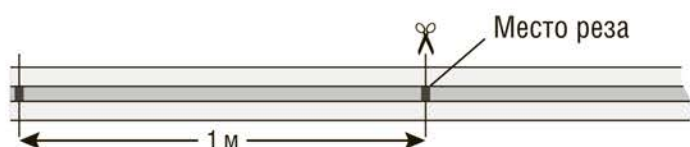

Рис. 2. Разрезание светодиодной ленты.
- **Разрезание светодиодной ленты на участки.** Светодиодную ленту NLS-2835-IP67-220V-NEONLED можно разрезать на участки, кратные одному сегменту, длина которого равна 1 м. Разрез необходимо производить строго посередине участка, соединяющего смежные сегменты, см. Рис.2. В месте разреза ленты пропущен сегмент гибкой печатной платы. Место разреза отмечено маркировкой. На окончание участков светодиодной ленты, к которым не планируется производить какие-либо подключения, необходимо установить заглушки для ленты NLSC-cup-2835-220-NEONLED, Рис. 3.